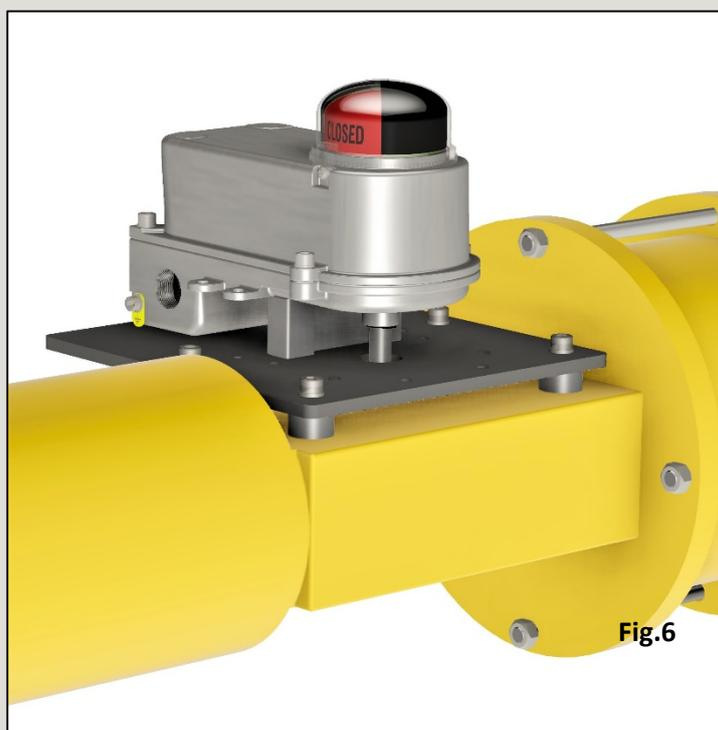

**Fig. 4**
- ✓ Per accoppiamento con l'attuatore secondo standard NAMUR e VDI/VDE3845, sono disponibili staffe di supporto HT in acciaio inox come da Tabella 1.e Fig.4 (Usare custodia HF con Alberino NAMUR Standard: L=31,5mm - DIGIT 7=0)